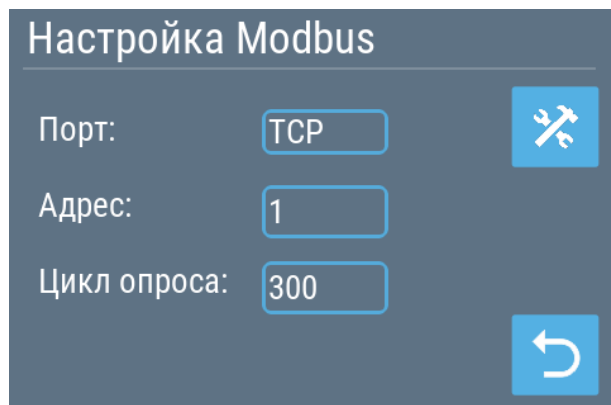

Рисунок 3.3
3.1 Присоедините панель управления к ПВУ с помощью входящего в комплект кабеля. Установленные по умолчанию настройки Modbus, позволяют подключиться панели управления к ПВУ в автоматическом режиме. После подключения отобразится экран (Рисунок 3.1). Если этого по каким-либо причинам не произошло, отобразится экран (Рисунок 3.2) и нужно настроить подключение в ручном режиме. Для этого нажмите в центр экрана чтобы попасть в раздел **Настройка ModBus**, при этом отобразится экран (Рисунок 3.3). Далее, выберите порт RS485, нажмите кнопку , введите настройки порта по умолчанию (скорость -19200, параметры: проверка четности - 8e, стоп-бит - 1) и для возврата в **Главное меню** нажмите кнопку  2 раза.